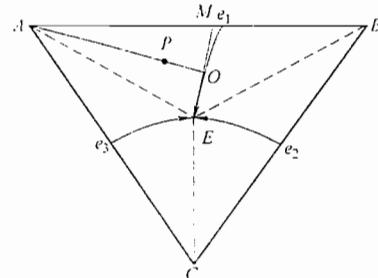

图 38-2 第五题第 1 小题解答图
(1) 以固态下互不固溶三元合金为例，如图 38-2 所示：
- ①首先作出浓度三角形 ABC；
- ②选取空间图上各个特殊点：E、 $e_1$ 、 $e_2$ 、 $e_3$ ，在成分三角形上作出投影；
- ③连接  $e_1E$ 、 $e_2E$ 、 $e_3E$  三条液相变温线，交点 E 则为三相共晶点；
- ④由此可确定出各个面的投影，即：